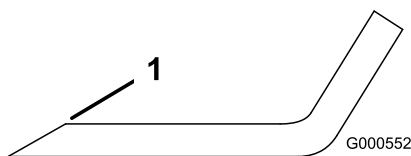

Figura 71
1. Affilate i taglienti da entrambe le estremità della lama con una lima (Figura 71).
Nota: Se la lama non è bilanciata, limate del metallo soltanto dalla costa (Figura 71).